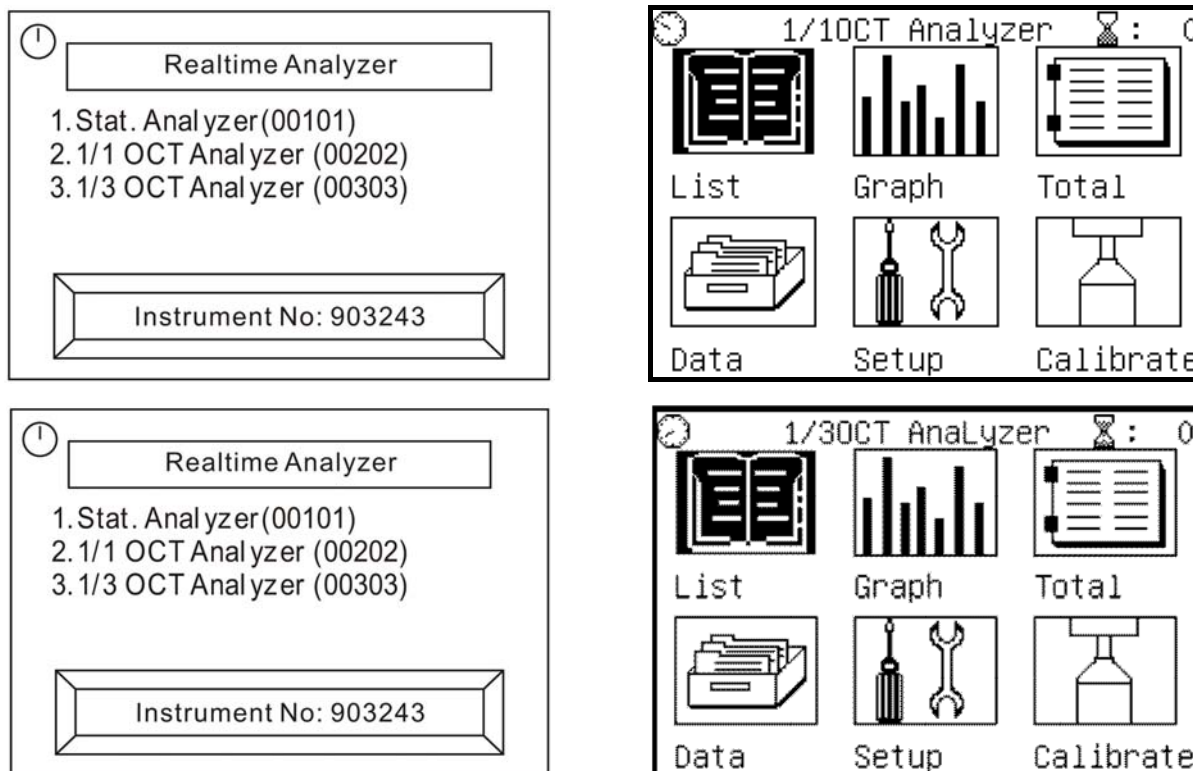

Fig. 22: Videate iniziali analisi 1/1 e 1/3 banda d'ottava
1. Accendere lo strumento premendo il tasto "ⓘ". La videata di selezione del tipo di analisi è mostrata a display per circa 5s (vedere Fig. 22)
1. Selezionare la voce “**Total**” nel menu principale (vedere Fig. 22) e confermare con “”. Lo strumento mostra la seguente videata, relativamente alla voce “**Linst**”